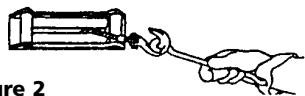

Figure 2
7. NE TREUILLEZ JAMAIS AVEC MOINS DE 5 TOURS de câble AUTOUR DU TAMBOUR DU TREUIL puisque l'attache du câble NE résistera PAS à la charge. Le câble métallique de votre treuil X9 comporte une "bande indicatrice d'avertissement" de 3 mètres de longueur, peinte en rouge, à chaque extrémité du câble. Cet indicateur d'avertissement du côté du treuil vous prévient que le câble arrive à 5 tours sur le tambour ou qu'il reste moins de 5 tours. "L'indicateur d'avertissement" du côté du crochet vous prévient que le crochet se rapproche du treuil. **SERVEZ-VOUS TOUJOURS DE LA BARRE PROTÈGE-MAINS** pour guider l'enroulement ou le déroulement du câble (Voir Fig. 2). Au cours de l'utilisation de votre treuil, la peinture rouge s'usera à la suite de l'usage normale. Lorsque cela se produit, repeignez la bande. **Il s'agit d'une fonction de sécurité du treuil.**